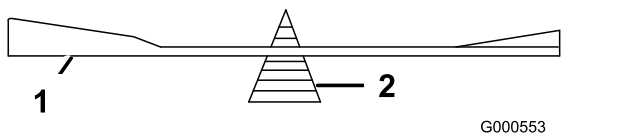

**Figura 63**
1. Utilice una lima para afilar el filo de corte en ambos extremos de la cuchilla (Figura 63).
**Nota:** Si la cuchilla no está equilibrada, rebaje algo del metal en la parte de la vela solamente (Figura 63).